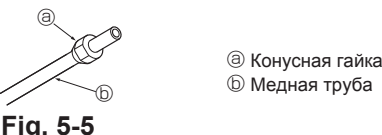

Fig. 5-5
5.2.3. Закручивание гаек (Fig. 5-5)